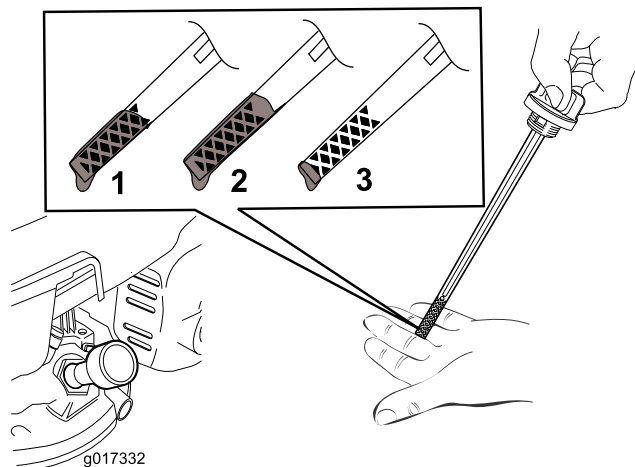

图12
5. 要确定量油尺上的机油油位是否合适，请参阅 图 12）。
注意： 向发动机曲轴箱添加机油，直到量油尺显示机油油位达到 图12 中所示的正确位置。如果发动机加注机油过多，则需要按照“更换机油”一节的说明，去除多余机油。